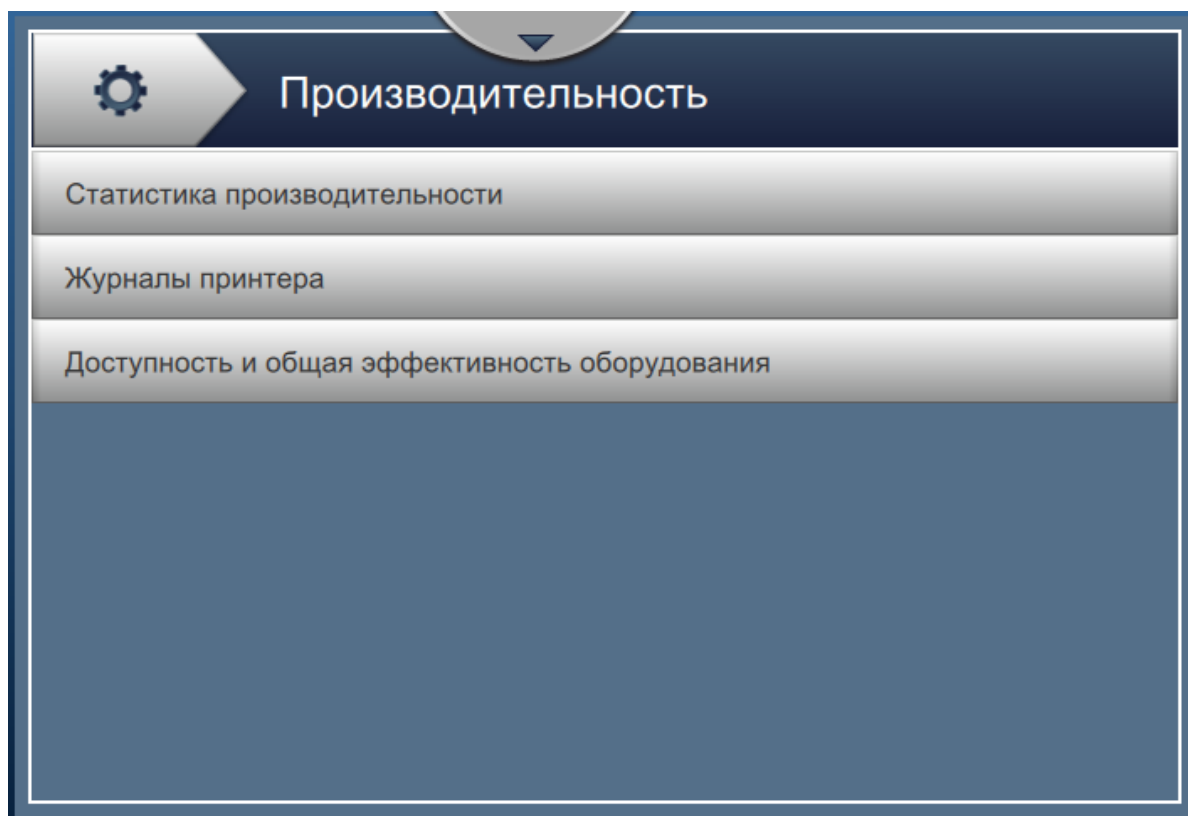

Рис. 6-3. Экран «Производительность»
1. Нажмите кнопку  на экране «Инструменты». Откроется экран «Производительность», как показано на Рис. 6-3.